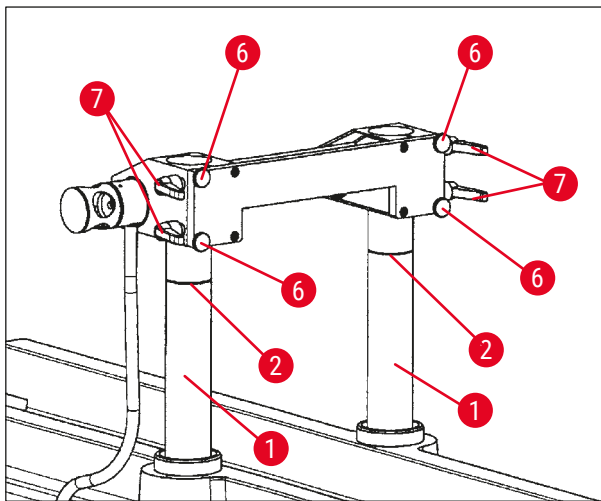

Abb. 85
- Den Messerhalter mit der Oberkante zur Nut (→ Abb. 83-2) in den Stützsäulen in der 100-mm-Position oder ganz oben für die 200-mm-Position, siehe (→ Abb. 85), platzieren.
- Den Messerhalter mit der Oberkante ganz oben auf den Säulen für die 200-mm-Position (→ Abb. 85) platzieren.
- Dazu die Stützsäulen wieder in die höchste Position bringen (→ Abb. 85) und den Messerhalter, wie in Kap. (→ S. 81 – 7.10.3 Höheneinstellung des Messerhalters) beschrieben, auf die 100-mm-Position einstellen.